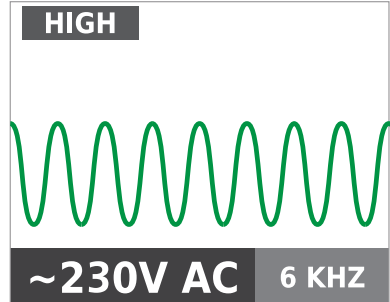

Abbildung 3.2b
3. Wählen Sie den HIGH-Signalmodus für die meisten Anwendungen. Ein Bildschirm wie in Abbildung 3.2b erscheint.